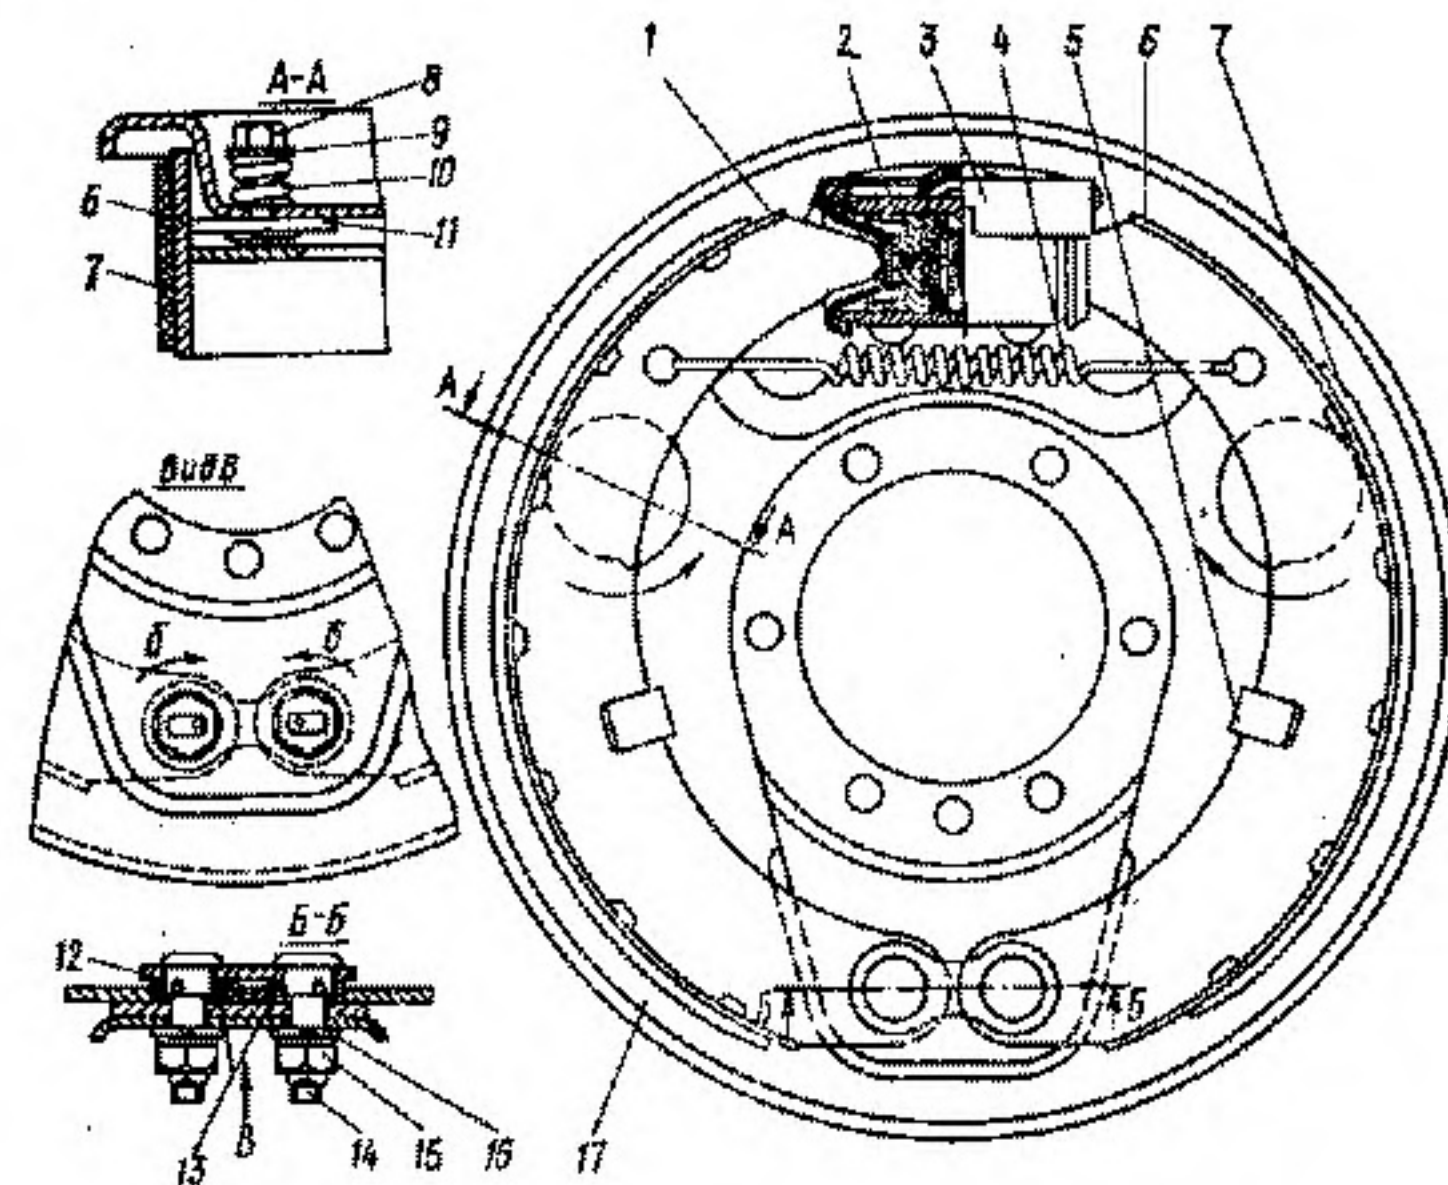
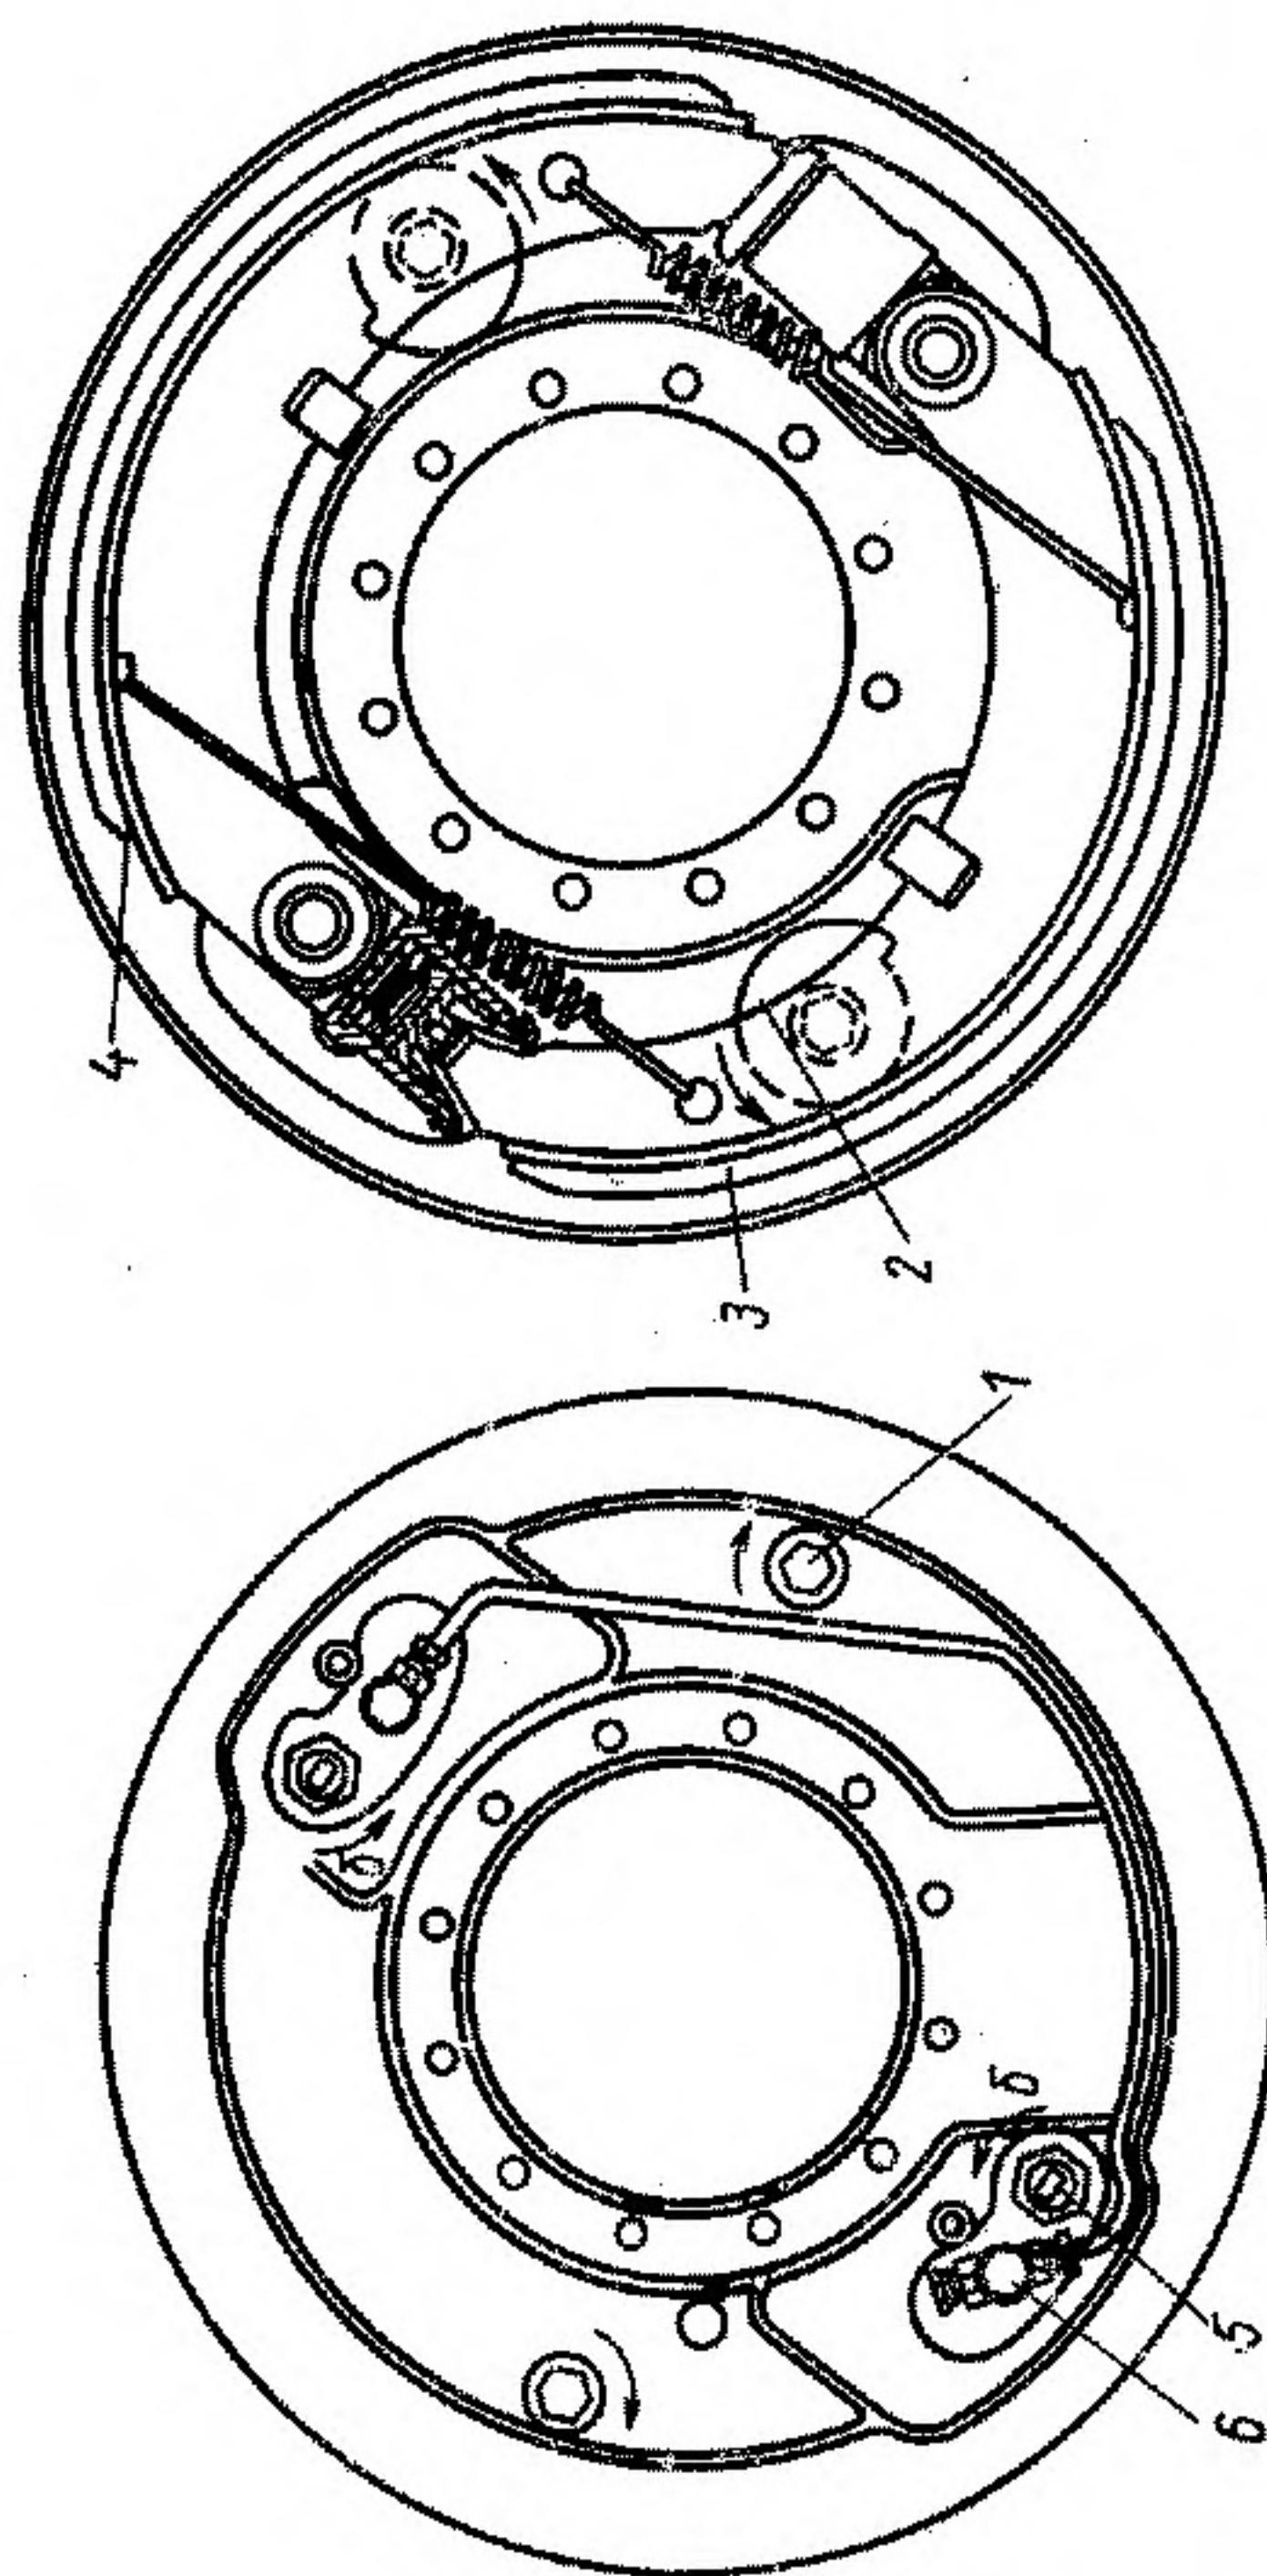

Рис. 63. Рабочий тормоз автомобиля ГАЗ-53-12:
Рис. 65. Рабочий тормоз передних колес автомобиля ГАЗ-66-11:
2. Вращая колесо, постепенно поворачивать болт 8 (рис. 63) регулировочного эксцентрика 11 колодки 1 в направлении, указанном стрелками, до тех пор, пока колесо не затормозится.
2. Ослабить гайки 15 (рис. 63) опорных пальцев 14 и установить опорные пальцы в положение метками внутри у задних тормозных механизмов, а у передних тормозных механизмов — метками к болтам 6 (рис. 65) крепления соединительной муфты.
3. Нажимая на педаль тормоза с усилием 12—16 кгс, повернуть опорные пальцы в направлении, указанном стрелками 6 (рис. 63, 64 и 65), так, чтобы нижняя часть накладок касалась тормозного барабана.